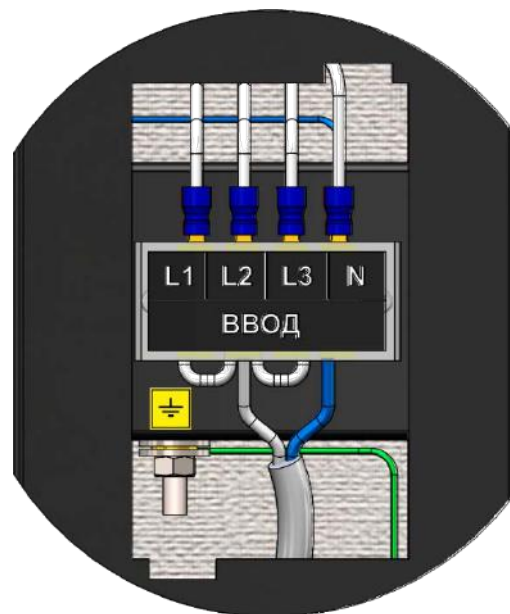

Рис. 7 Схема подключения электроводонагревателя к однофазной сети 220 В
• При питании электроводонагревателя от однофазной сети переменного тока 220 В, 50Гц присоединить рабочий нулевой провод на клемму (N) электроводонагревателя а фазный на клеммы L1,L2,L3 (с помощью перемычек). Обеспечить заземление котла (PE), подключив провод на болт “ЗАЗЕМЛЕНИЕ”. Схема подключения указана на Рис. 7 .